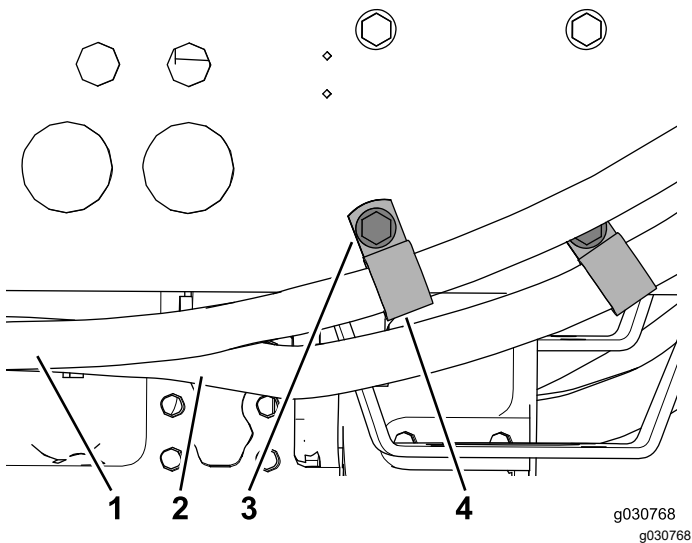

Figura 42
5. Instale una abrazadera en R en cada una de las mangueras del aire acondicionado con los 2 pernos existentes para sujetarlas al bastidor de la máquina (Figura 42).